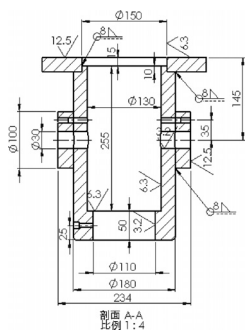

图 7-107 所有添加的焊接标注效果
STEP 10 同 **STEP 9** 操作, 设置焊脚大小和焊接位置, 为视图标准其他焊接符号, 如图 7-107 所示 (也可进行连续标注)。